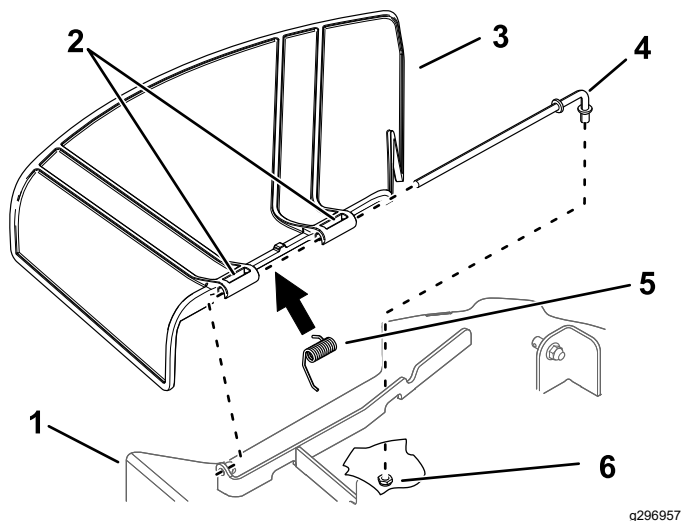

Figura 75
1. Togliete il dado ($\frac{3}{8}$ ") dall'asta sottostante il tosaerba (Figura 75).
2. Estraete l'asta dalla staffa del piatto di taglio, dalla molla e dal deflettore dell'erba (Figura 75).
4. Montate il deflettore dell'erba tagliata nuovo (Figura 75).
7. Fate scorrere l'asta attraverso il secondo perno del deflettore dell'erba (Figura 75).
9. Fissate l'estremità posteriore dell'asta nel tosaerba con un dado ($\frac{3}{8}$ "), come mostrato in Figura 75.